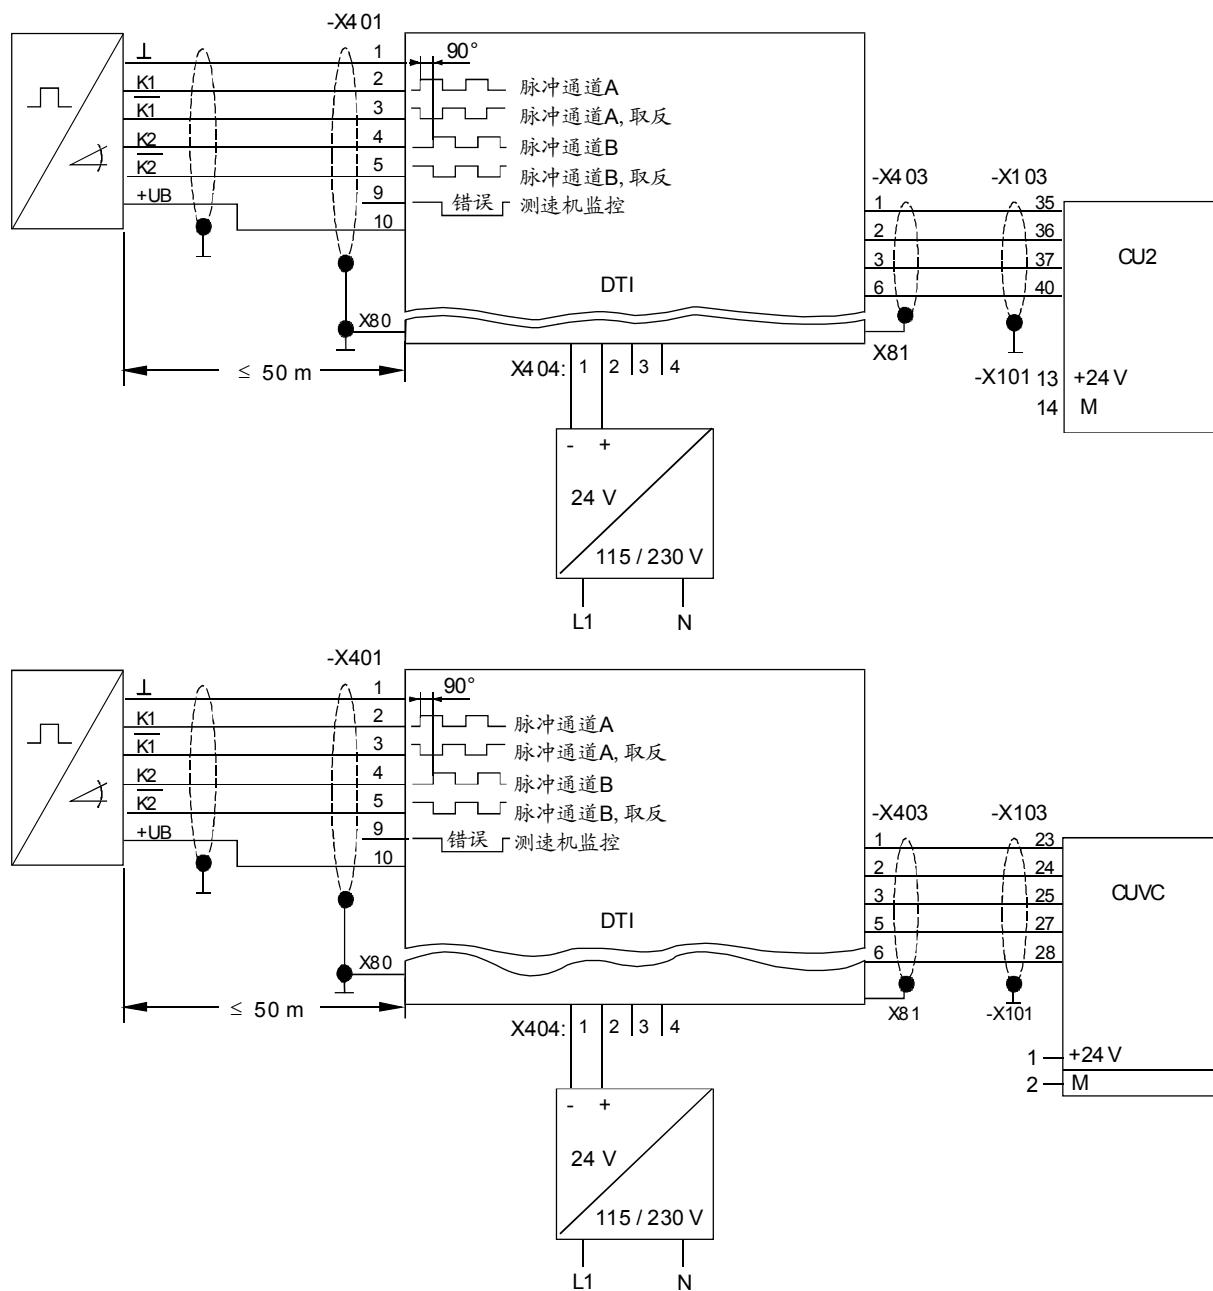
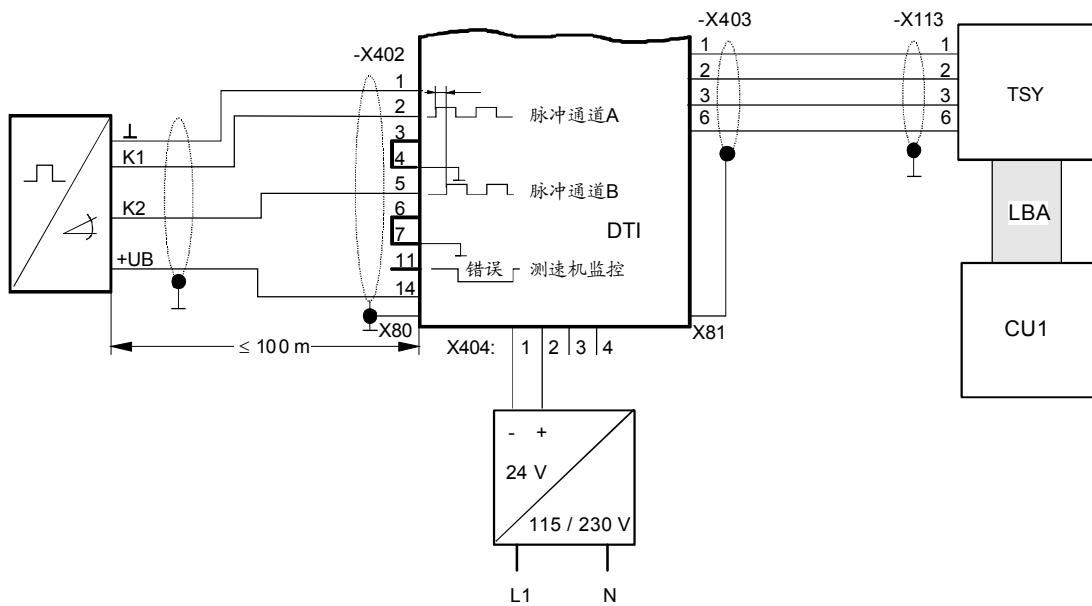

图 2 用于 SIMOVERT VC 的带有取反脉冲通道的 TTL 测速机 (类型 H0G9, Hübner 公司, 柏林) 和外部电源
图3 用于SIMOVERT FC的带有差动通道的HTL测速机（类型H0G9, Hübner公司，柏林）同TSY板和外部电源的连接
在 TTL 编码器(X401)情况下, 编码器的信号及其取反信号应接线。 如在 HTL 编码器时, 不使用取反信号, 则这些输入应在 X402 上同参考电位(M 测速机)接在一起(见图 3)。 如果 HTL 测速机需>15V 电源电压, 则可取自-X404:3 和 4。
- 确定和检查同变频器的接线(参考图 2 和图 3)